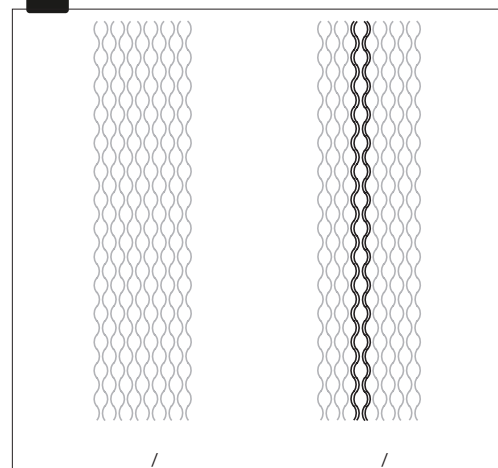

Рис. 13. Правильно/неправильно собранный пакет пластин
- Проверьте установку кромок пластин/кассет на предмет равномерности (см. рис. 13).